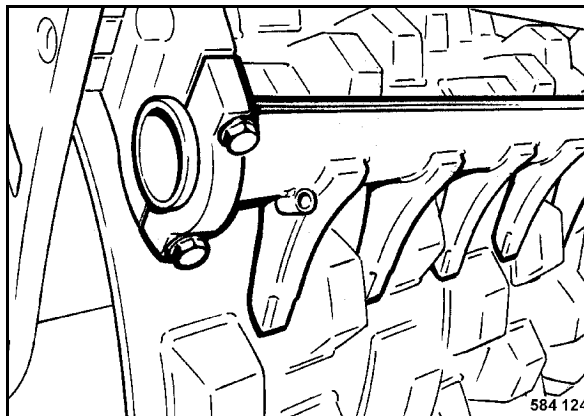

Fig. 181
- Comprobar el ajuste y el estado del rascador (Fig. 181) y reajustarlo o cambiar los dientes, si fuese preciso.